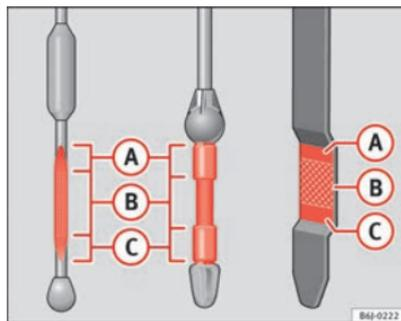

Fig. 125 Jauge d'huile moteur
⇒ fig. 125.
- Le niveau d'huile ne doit jamais dépasser la zone **A** ⇒ fig. 125. Risque d'endommagement du système d'échappement !